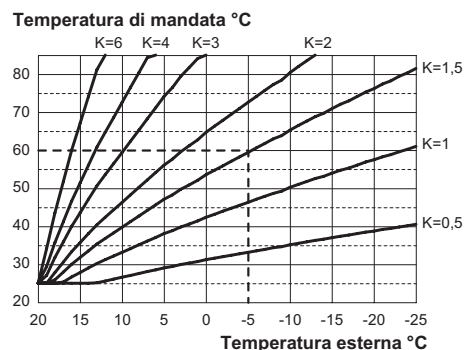

Figura 5.50
Se alla caldaia **È COLLEGATO** il comando remoto riferirsi alla Figura 5.50.
Quando si installa la sonda esterna bisogna impostare questo parametro in base al rendimento dell'impianto di riscaldamento per ottimizzare la temperatura di mandata (Figura 5.50).
Es. Per avere una temperatura di mandata all'impianto di riscaldamento di 60°C con una esterna di -5°C si deve settare un K di 1,5 (linea tratteggiata in Figura 5.50).
- Utilizzando i tasti 16 o 17 è possibile modificare il valore del parametro 15 da un minimo di **01** ad un massimo di **60** in base alla curva scelta del coefficiente K in Figura 5.50 (il valore letto sul display corrisponde a valori decimali di coefficienti K).